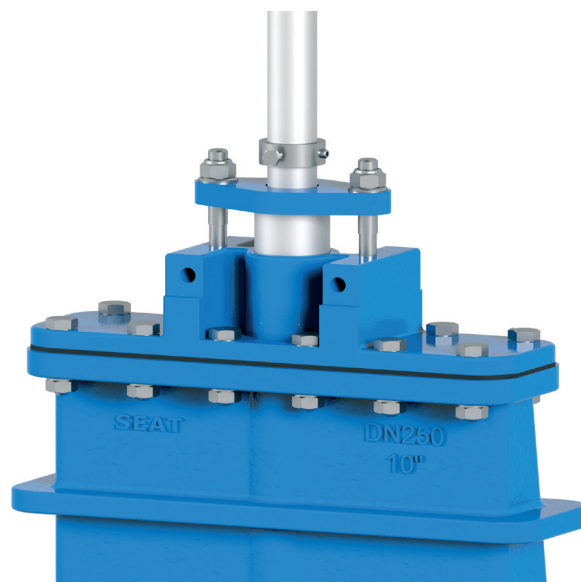

Fig. 5
- **Anillo con juntas tóricas (Fig.5).** El diseño de éste garantiza la estanqueidad, solo por desgaste y uso las juntas pueden deteriorarse y ser necesario su sustitución.